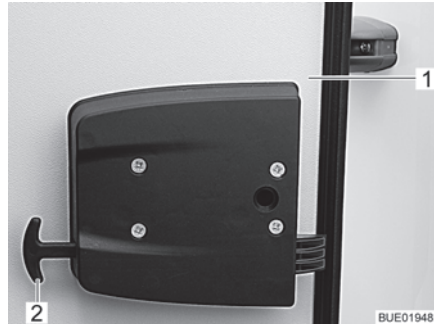

Fig. 40 Dispositif de déverrouillage de secours du portillon de garage
- Tirer sur les deux poignées du dispositif de déverrouillage de secours (Fig. 40,2).
- Pousser le portillon de garage (Fig. 40,1) vers l'extérieur.